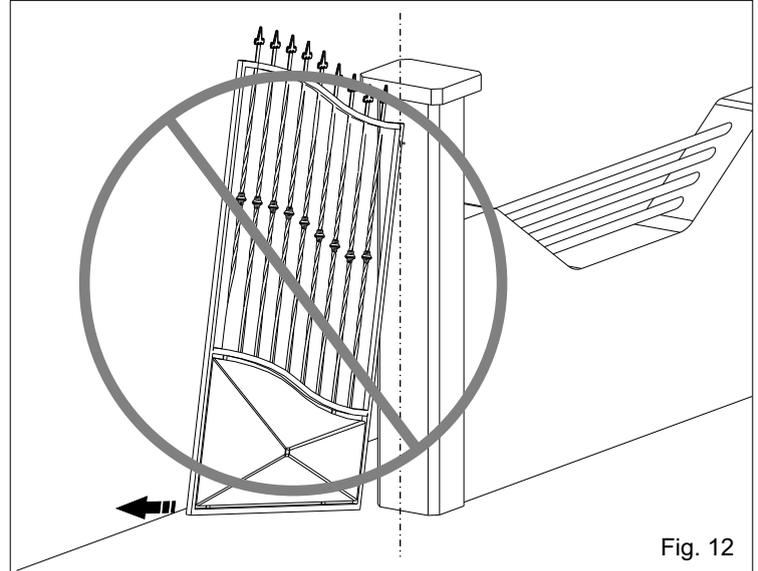
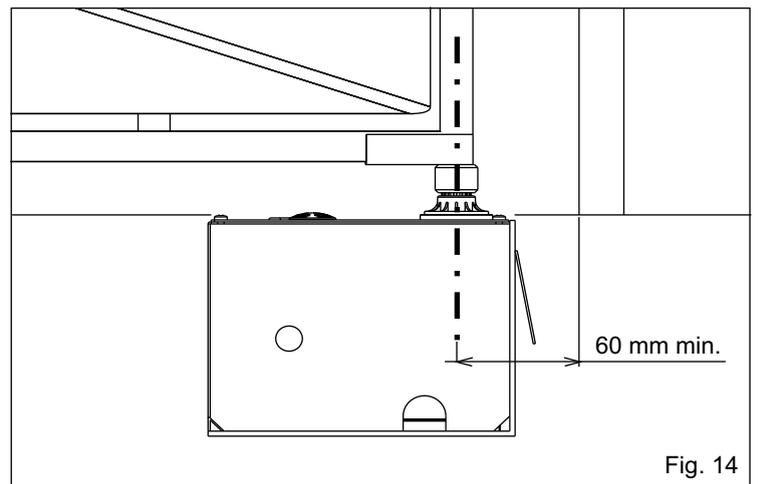

Fig. 12
Fig. 14
3.8. Hacer mucha atención a no poner la hoja fuera de los ejes (Fig. 12 y 13), el eje tiene que coincidir con el eje de rotación del gozne teniendo en cuenta que la distancia minima de la columna es de 60 mm (Fig. 14).